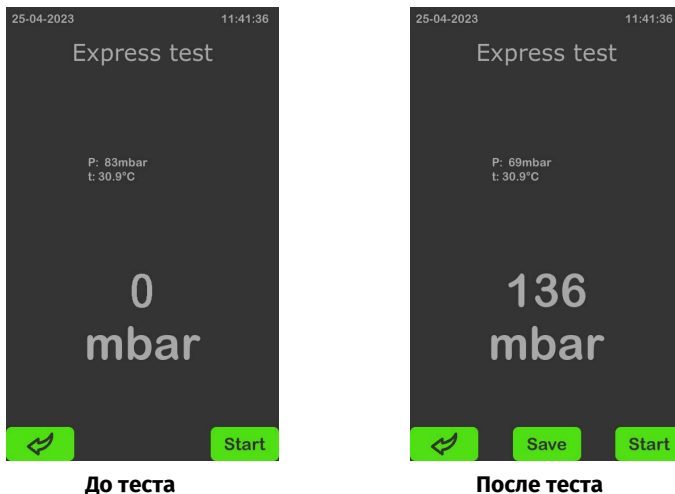
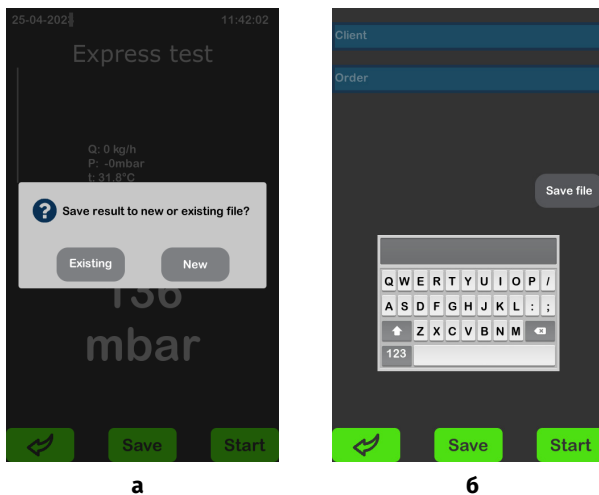

Рисунок 31
Рисунок 32
- В открывшемся окне нажмите кнопку старт рис. 31.
- По завершении процесса диагностики на экране будет отображён результат измерений, который необходимо сохранить. Для сохранения результатов диагностики нажмите на кнопку «**Save**» (см. рис. 31). Вам будет предложено два варианта сохранения результата см. рис. 32а:
- «**New**» – новый результат, если это первая диагностика фильтра, следует указать данные: Имя клиента и номер заказа, а затем нажать кнопку «**Save file**» см. рис. 32б.